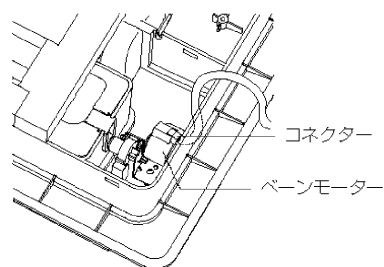
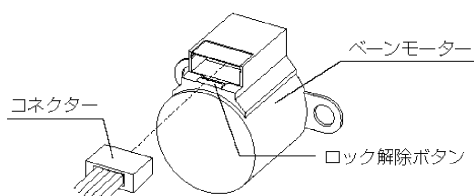

図20
図21
- ・ ベーンに接続しているコネクターを外します。コネクターはロックされていますのでロック解除ボタンを押しながらコネクターを外します。（図20、図21）